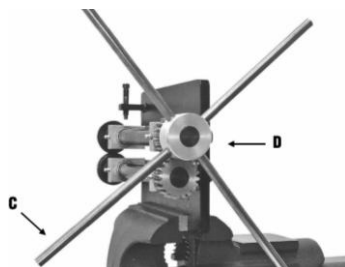

fig. 1
1. Vissez les quatre tiges de la poignée (C) dans le moyeu usiné (D) situé à l'extrémité de l'arbre supérieur, près de l'engrenage droit supérieur (fig. 1).